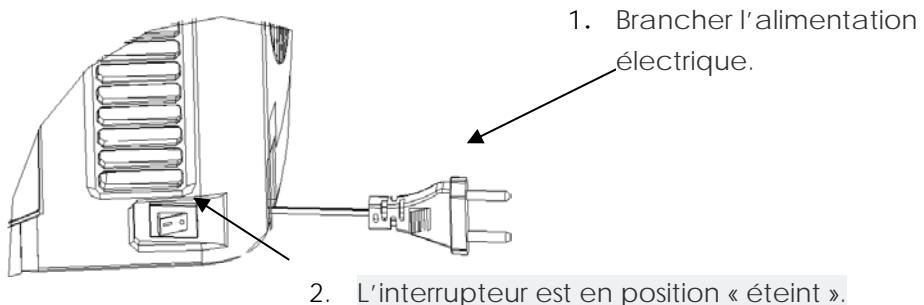

Figure 13
3. Allumez la tireuse à bière en plaçant l'interrupteur sur la position « **I** » (appareil éteint sur la position « **0** »). Voir la figure 13.